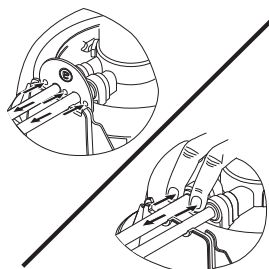

Fig. 36
Hay basura en el sello del empaque con la base.	Quite la basura que encuentre en el empaque, pág. 9, Fig. 36.
5. **Verifique** que el logotipo de la herramienta de remoción esté hacia afuera y que la herramienta esté plana contra el soporte. **Empuje firmemente** la herramienta contra los empaques con sus dedos y luego jale los tubos hacia afuera con la mano opuesta mientras presiona los empaques (Fig. 36).